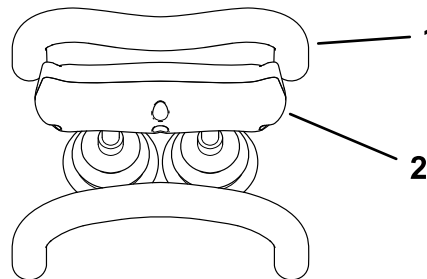

Figure 13
- Pour arrêter la machine, relâchez la commande de déplacement (Figure 13).